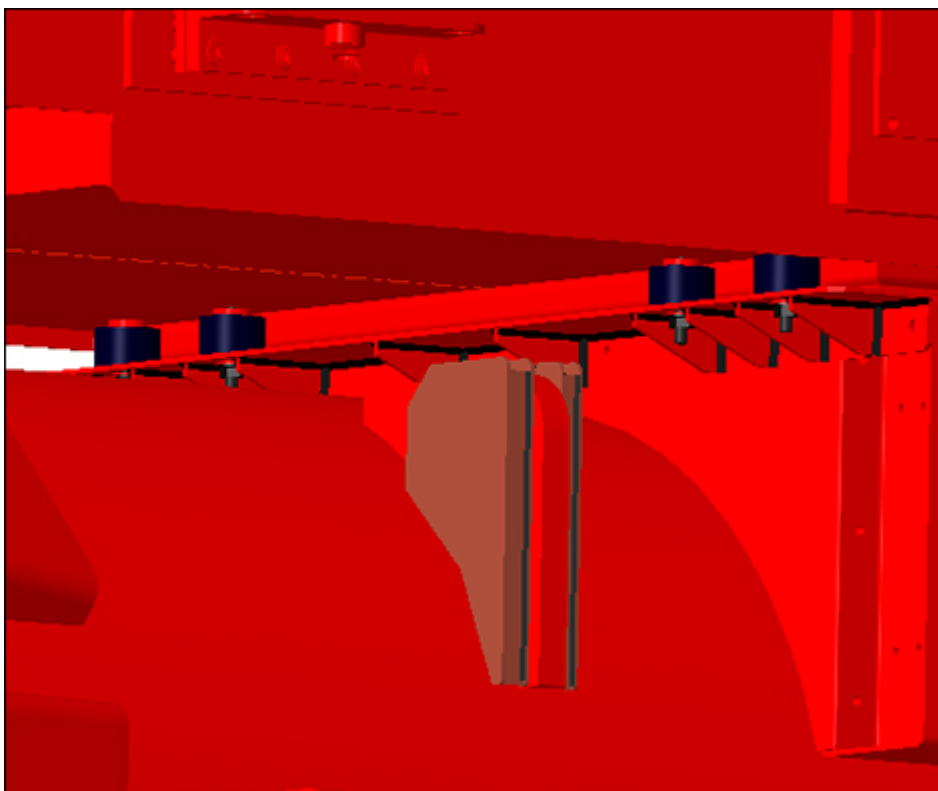

РИС. 12. ВОДЯНОЙ РАДИАТОР ОПУЩЕН В НУЖНОЕ ПОЛОЖЕНИЕ.
1. С помощью крана/тали установите водяной охладитель над генератором. Совместите штифты антивибрационного крепления с отверстиями на опорной пластине водяного охладителя на генераторе (см. Рис. 12 на стр. 18).